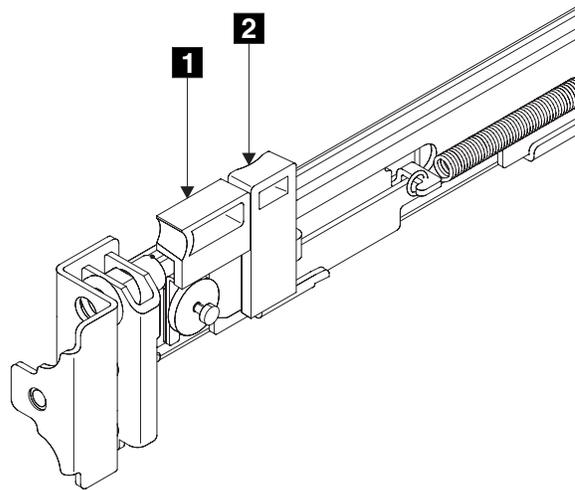

図 43. ラッチ・ロック・キャリアを引っ込める
2. ラッチ・レバー **1** (図 43) の側面に人指し指を置き、親指をラッチ・ロック **2** の前面にあてます。